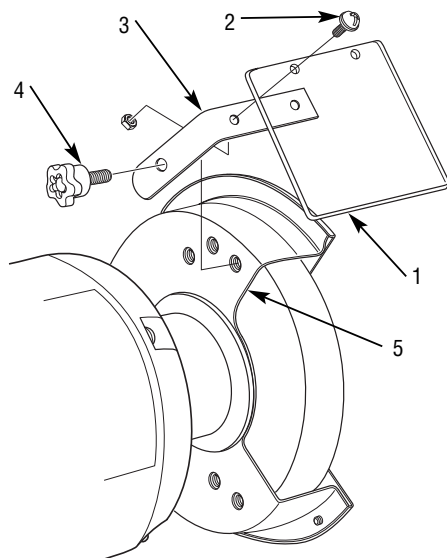

FIGURA 3. INSTALACIÓN DE LA PROTECCIÓN OCULAR
Las protecciones oculares impiden que las chispas y otras impurezas salgan expelidas desde las galletas esmeriladoras giratorias y lesionen los ojos del operador. Dichas protecciones pueden montarse en distintas posiciones a criterio del operador. Consulte la Figura 3.
1. Conecte la protección ocular plástica transparente (1) al soporte de montaje de la misma (3) mediante los dos pernos de montaje (2) tal como aparece en la Figura 3.
2. Conecte la protección ocular y el soporte de montaje a uno de los tres orificios de montaje en la protección de la piedra esmeriladora (5) mediante la perilla de ajuste (4).